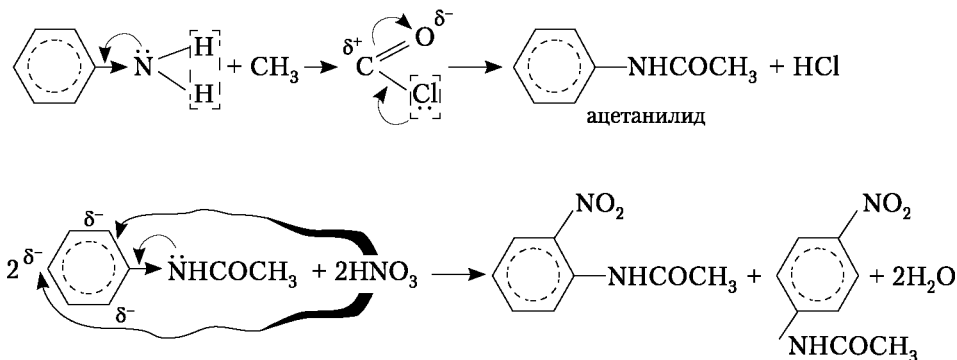

Рис. 27.10. *N*-ацильная защита аминогруппы в реакции нитрования анилина
**Ароматические амины.** Основными способами получения первичных аминов с аминогруппой в кольце или в боковой цепи являются: восстановление нитросоединений и замещение некоторых функциональных групп аминогруппой  $\text{NH}_2$  (аминирование). Подобно аммиаку и аминам алифатического ряда ароматические амины проявляют *основные свойства*, образуя соли, что связано со способностью неподеленной электронной пары валентной оболочки атома азота аминогруппы притягивать протон. При нитровании анилина в виде основания азотной кислотой получают, прежде всего, соль нитрат анилина, и далее при нитровании этой соли образуется *мета*-изомер. Нитрование анилина без предварительной «защиты» аминогруппы приводит к *мета*-нитроанилину. Введение *N*-ацильной группы в анилин с образованием ацетанилида позволяет получить *орто*- и *пара*-нитроанилины (рис. 27.10).